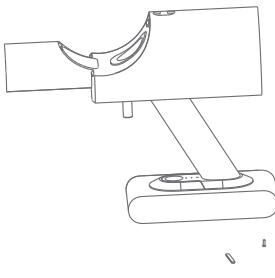

Рис. 1
- Подденьте силиконовую крышку на основании аккумуляторной батареи с помощью специальной отвертки, а затем открутите 2 винта, как показано на рис. 1.